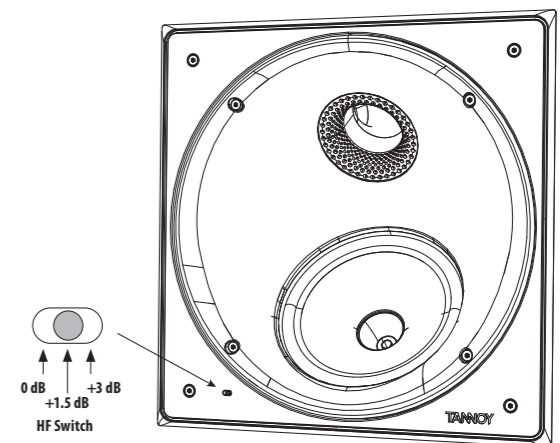

Fig. 10. HF Switch Positions
1. L'interruttore HF ha tre posizioni, con 0 dB piatto. Regolare secondo necessità per adattarsi alla posizione della stanza e alle condizioni acustiche (Fig. 10.).